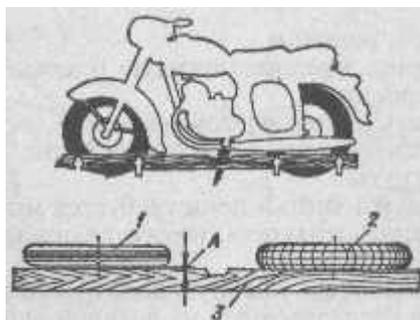

Рис. 60. Проверка взаиморасположения колес в продольной плоскости при помощи деревянной планки:
3. Проверить взаиморасположение колес и при необходимости установить их в одной плоскости (рис. 60). Колеса всегда должны обязательно находиться в одной плоскости.
4. Завинчивая или отвинчивая регулировочные гайки на оттяжках заднего колеса, установить заднее колесо так, чтобы шаблон одновременно касался колеса в двух точках (см. рис. 60).